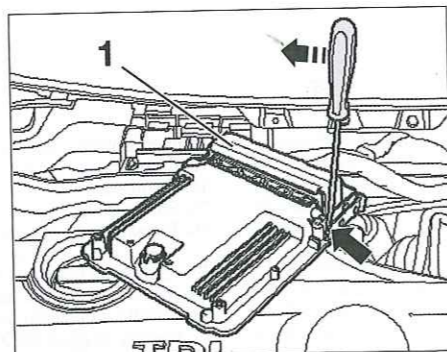

Fig. 27
- Introducir un destornillador entre los dos frenos con precaución, empujar el destornillador girando la pinza de seguridad (1) para desengraparla (Fig.27).